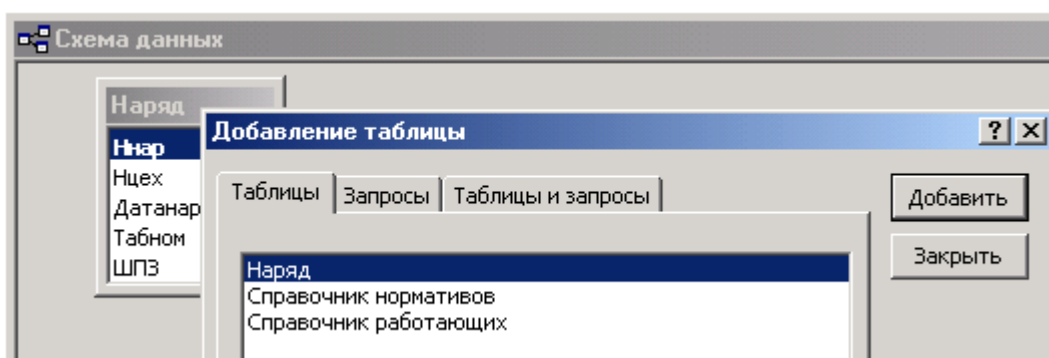

Рис. 10. Добавление таблиц в Схему данных
3. Выделите таблицу «Наряд» и нажмите кнопку **Добавить**. Аналогично добавьте таблицы «Справочник нормативов» и «Справочник работающих», рис. 10. Нажмите кнопку **Заккрыть**.